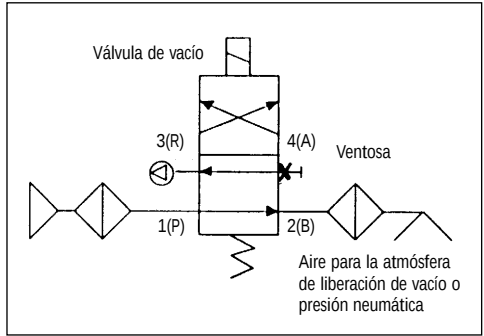

Figura 11
**Ejemplo de una aplicación (Figura 11)**